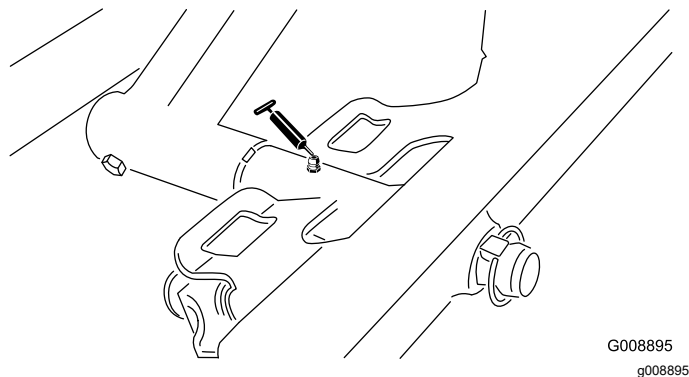

Figura 38
- Perno dell'apparato di taglio anteriore (Figura 38)